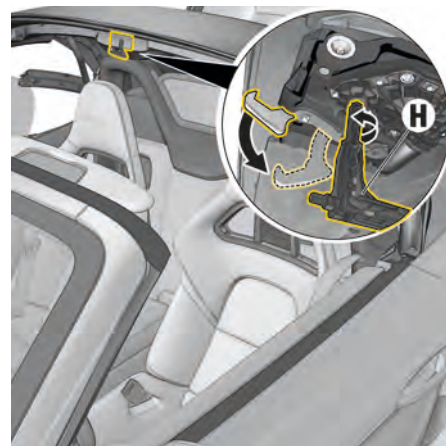

図63：コンバーチブルトップラッチフックの展開
4. キーHをコンバーチブルトップロックに差し込み (図63)、反時計方向に回してラッチフックを完全に開いてください (回すときに抵抗を感じます)。